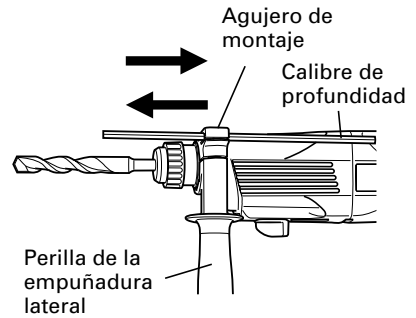

Fig. 11
6. Modo de usar el tope (Fig. 11)